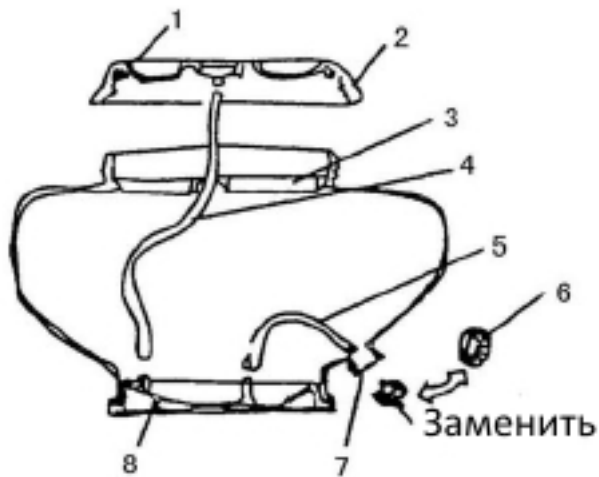
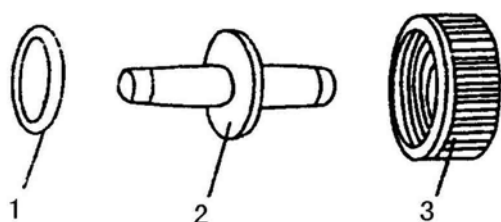

Рис.2
Fig.3
- Удалите нижнюю крышку бака для химикатов, замените её на прижимную крышку, которая соединена с резиновой трубкой (не забудьте установить прокладку см.Рис.3). Подсоедините крышку к резиновой трубке как показано на Рис. 2.